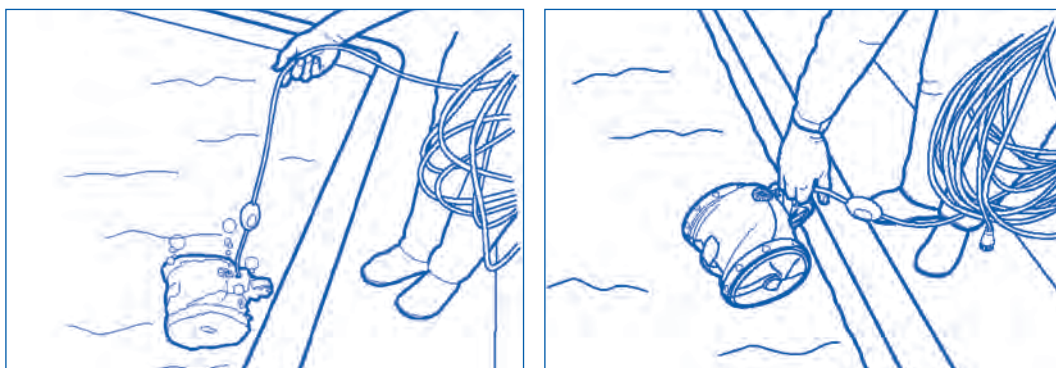

Figura 6
- **Non tirare mai sul cavo galleggiante per estrarre Vortex™1 dalla piscina. Utilizzate sempre il manico per estrarlo dalla vasca e lasciare l'acqua vuotarsi mantenendo il robot alla verticale (Figura 6).**